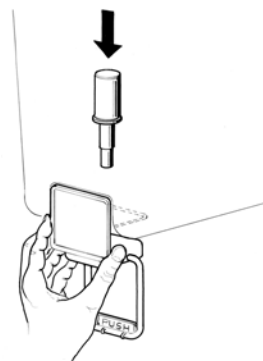

figura 3
- 2 **Grifo en acero inox por gravedad:** montar la palanca mando grifo y enfilear el pistón unido a la su junta (ver figura 3).